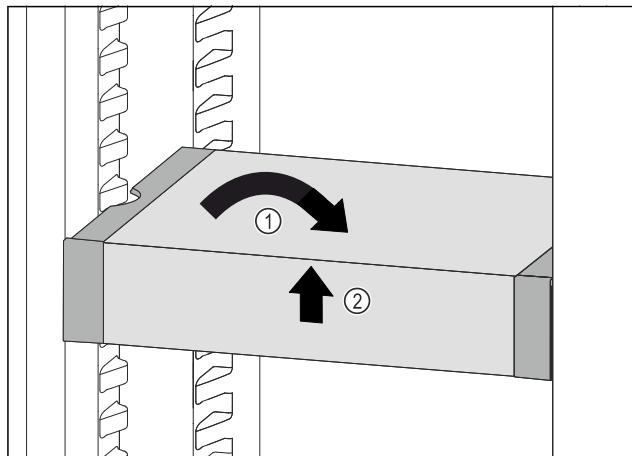

Fig. 115
- Установите VarioSafe прямо. Fig. 115 (1)
- Приподнимите VarioSafe спереди. Fig. 115 (2)